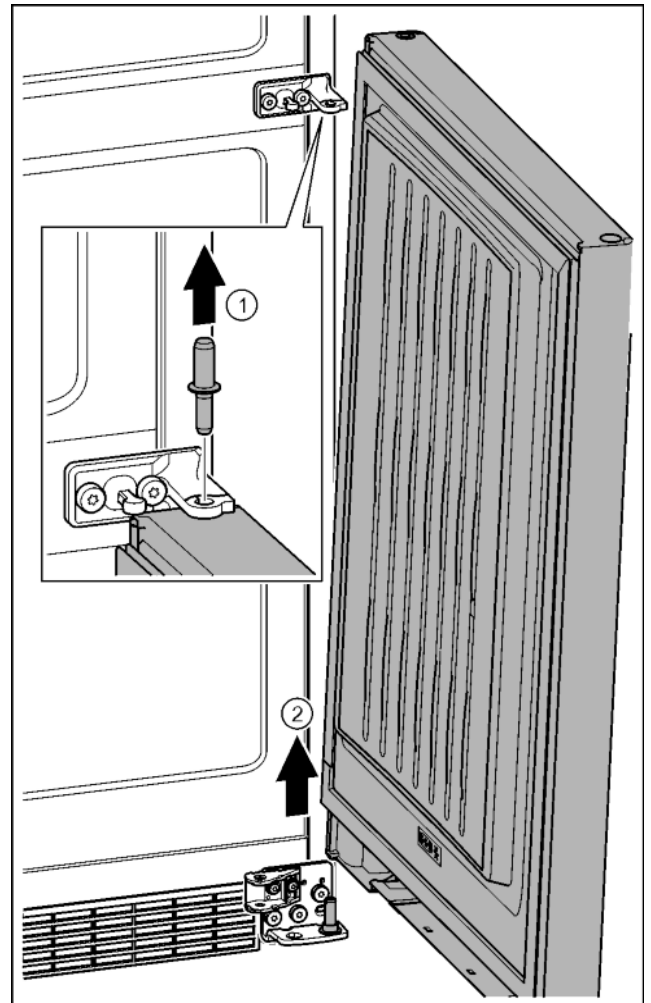

Fig. 27
- ▶ Bolzen nach oben herausziehen. Fig. 27 (1)
- ▶ Tür herausschwenken, nach oben ziehen und beiseite stellen. Fig. 27 (2)